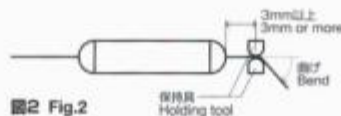

図2 Fig.2
- リード線を曲げ加工する際には、曲げる部分とボディの間を道具で保持し、ボディから 3mm 以上離れた部分を緩やかに曲げて下さい。また、決してボディを道具で挟まないで下さい。(図 2 参照)
4. When bending a lead wire for installation, fix the part of the lead between the body and the lead section to be bent using a tool, and gently bend the lead section that is at least 3 mm from the body. Never hold the body with a tool. (see Fig.2).